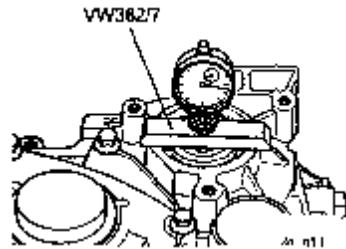

图 7-95 测量调整垫片厚度
- c. 装上百分表，百分表的测量头顶在螺纹头中间并且压入 1mm 的预紧量，将百分表调整至 0 位，向上移动传动轴并且读取测量值。如图 7-95 所示。
把百分表装在 VW382/7 上，然后把它们放在小传动轴的螺栓头上，如图 7-95 所示，上下移动小传动轴并读取百分表上的间隙值。其间隙应在 $0.23\text{mm} \sim 0.37\text{mm}$ 之内。